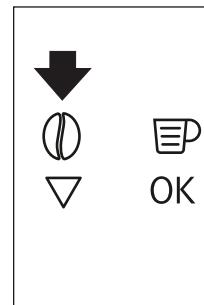

Fig. 15
- Prima o ícone  (B4) (Fig. 15) e selecione a função de café pré-moído.